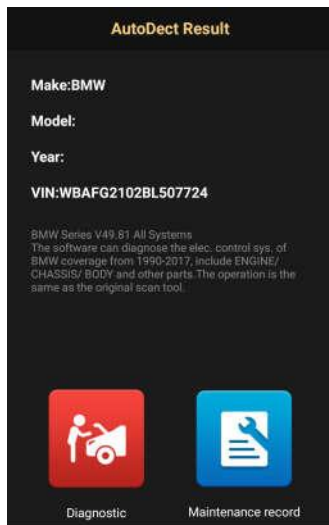

Рис.. 5-2
A. Если VIN-номер обнаружен в базе данных удаленного сервера, отображается следующее окно, см. рис. 5-2.:
Если VIN-номер имеется в базе данных удаленного сервера, система открывает информационное окно по автомобилю. См. рис. 5-2.